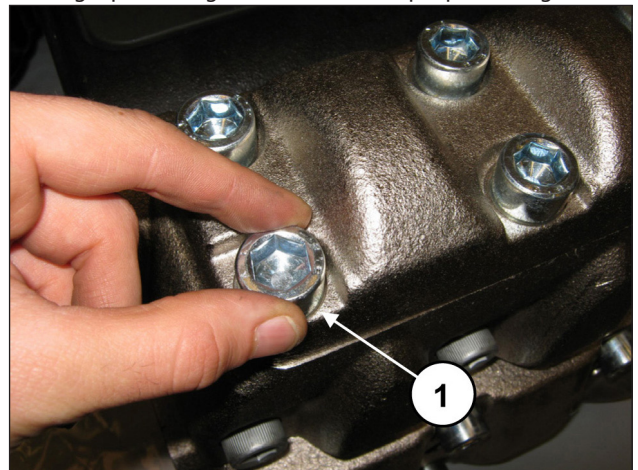
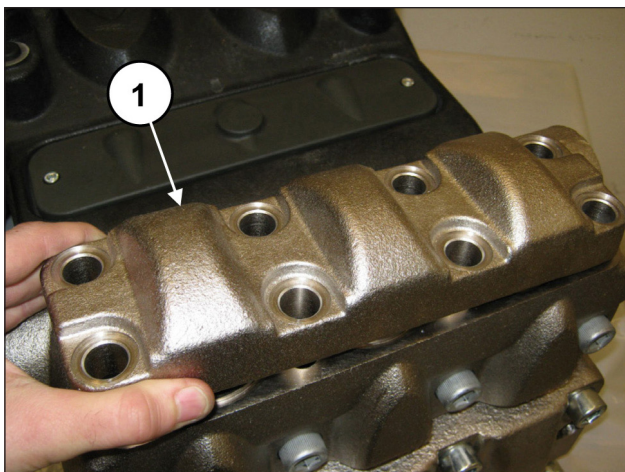

Fig. 139
Fig. 140
Desaperte os 8 parafusos M16x45 da tampa das válvulas de descarga (pos. ①, Fig. 139) e retire a tampa (pos. ①, Fig. 140).